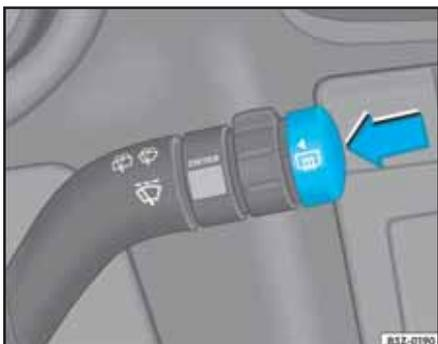

Fig. 78 Detalle de la palanca de los limpiadores:
- Con la ignición activada, presione el interruptor  ⇒ fig. 78 en el sentido de la flecha para encender el desempañador de la luneta. Una luz indicadora quedará encendida en el panel de instrumentos , mientras el desempañador esté encendido.